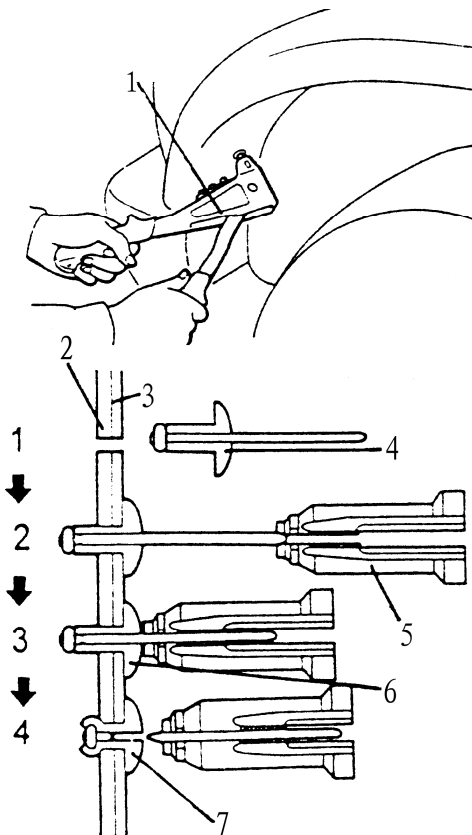

图 12-48 铆钉铆合
(2) 铆合铆钉，如图 12-48 所示。将铆钉插入车体钢板与钢板上，将铆钉内钉装入铆钉内。操作铆钉机并压住铆钉凸缘表面。将铆钉内钉断损以使铆钉固牢。